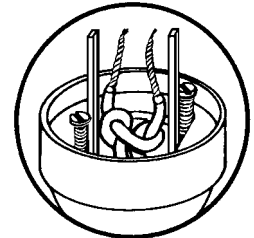

Fig. 7
7. Pull knot down firmly in the plug (Fig. 7).
7. Jale el nudo firmemente dentro de la toma (Fig. 7).